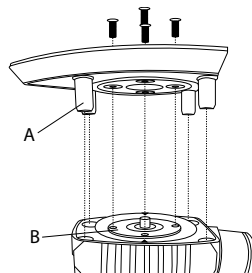

Figure 1
- ◆ Montez maintenant le plateau de ponçage souhaité. Assurez-vous que la plaque de fixation **B** est orientée vers le plateau de ponçage. Les trous taraudés de la plaque de fixation **B** doivent être orientés vers les trous correspondant du plateau de ponçage respectif. Les broches caoutchouc **A 15** (uniquement plateau de ponçage **9** et **11**) vers les trous dans l'appareil (voir fig. 1).